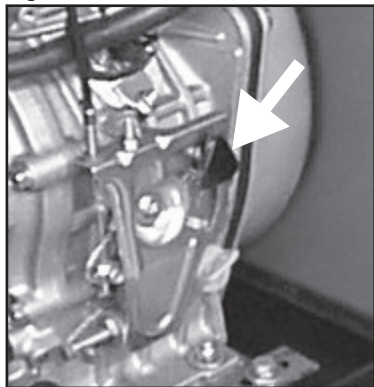

Fig. 7
2) Version P3500 – P4500 – P6000 – WP180 (Motor YANMAR): ställ gaskontrollen, som sitter på motorn (se fig. 7) i den högre positionen; vänta tills motorn är helt avstängd; ställ tillbaka nyckeln i läge «OFF».